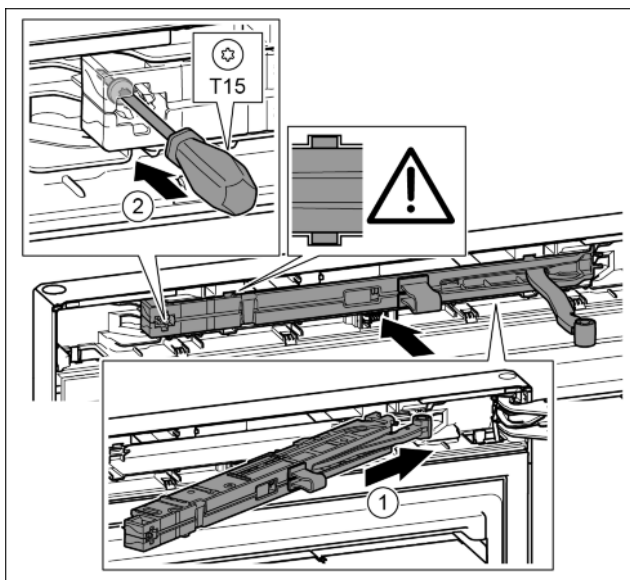

Fig. 44
- ▶ Під нахилом просуньте демпферний вузол з боку опорного кронштейна в отвір до упору. Fig. 44 (1)
- ▶ Закрутіть гвинт за допомогою викрутки T15. Fig. 44 (2)